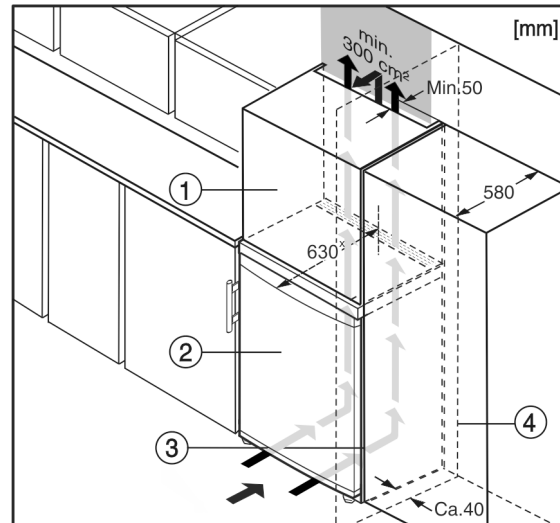

Fig. 10
- (1) Aufsatzschrank* (2) Gerät* (3) Küchenschrank* (4) Wand*
Das Gerät kann mit Küchenschränken umbaut werden. Um das Gerät Fig. 10 (2) der Küchenzeilenhöhe anzugleichen, kann über dem Gerät ein Aufsatzschrank Fig. 10 (1) angebracht werden.
Beim Umbau mit Küchenschränken (Tiefe max. 580 mm) kann das Gerät direkt neben dem Küchenschrank Fig. 10 (3) aufgestellt werden. Das Gerät steht seitlich 34 mm * und in der Gerätemitte 50 mm * gegenüber der Küchenschrankfront vor.*
Wenn das Gerät mit den Scharnieren neben einer Wand Fig. 10 (4) aufgestellt wird, muss der Abstand zwischen Gerät und Wand mindestens 40 mm betragen. Dies entspricht dem Griffüberstand bei geöffneter Tür.*